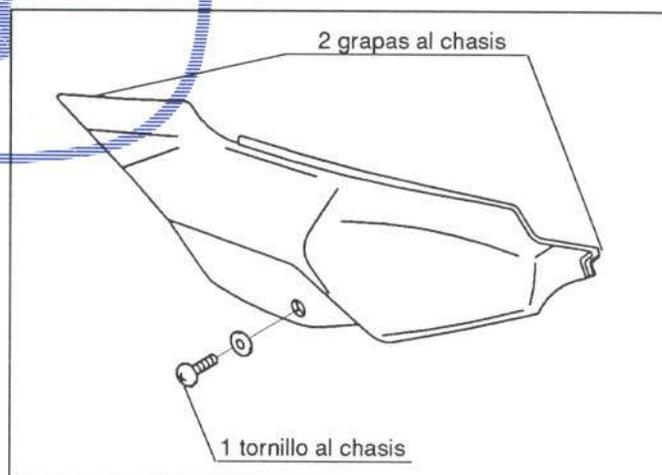

Figura 18.- Unión del carenado lateral
En la figura 18 se muestra su fijación.
- Carenados laterales (figura 18)
- Carenados laterales (Figura 18)